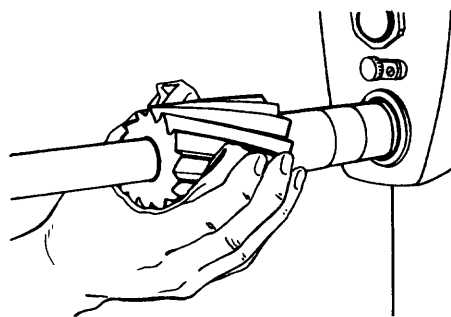

Fig. 5
- a Introduzca la fresa cuidando la orientación de los dientes según el sentido de corte previsto (fig. 5).